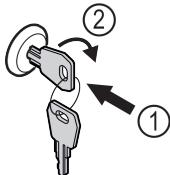

Fig. 126
- Ies piediet atslēgu Fig. 126 (1).
- Grieziet atslēgu par 90° pulksteņrādītāja virzienā Fig. 126 (2).